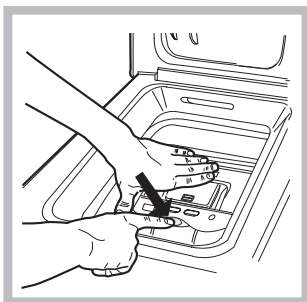

Fig. 2
B) Apertura cestello, usando ambedue le mani come indicato (Fig. 2) :
- premere il pulsante indicato dalla freccia nella fig. 2 ed esercitando una lieve pressione verso il basso, tenere appoggiata una mano, ad evitare che gli sportelli aprendosi repentinamente facciano male alle dita;